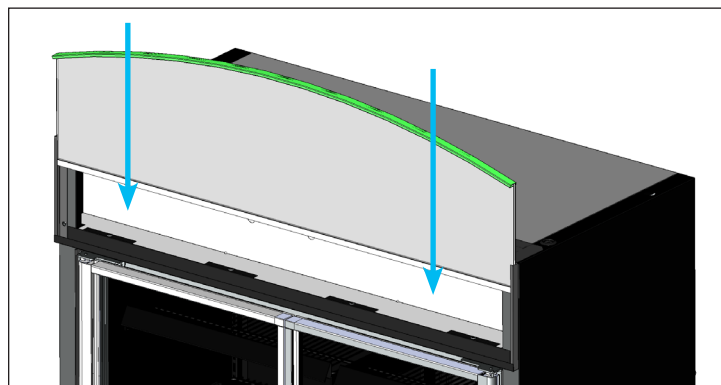

Fig. 3. Deslice el conjunto del letrero en su lugar.
3. Deslice el conjunto del letrero en los rieles del marco del letrero. Véase la fig. 3.